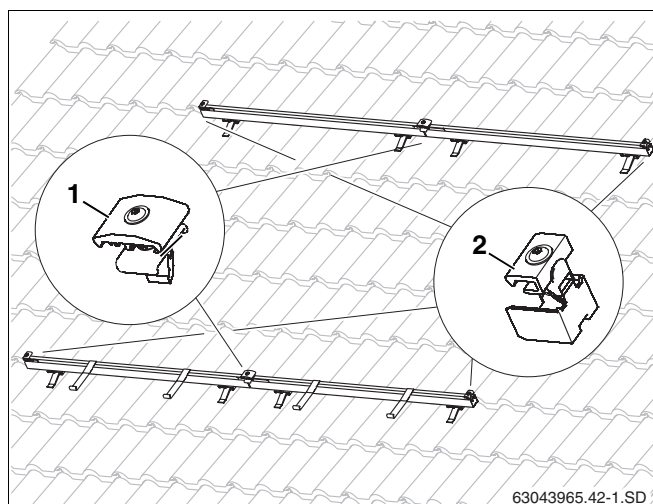

Fig. 41 Elementi di fissaggio per il collettore
Il fissaggio dei collettori sulle guide profilate avviene per mezzo dei giunti di collegamento unilaterali (fig. 41, **pos. 2**), all'inizio e alla fine di una serie di collettori, e dei giunti di collegamento bilaterali (fig. 41, **pos. 1**) tra un collettore e l'altro.